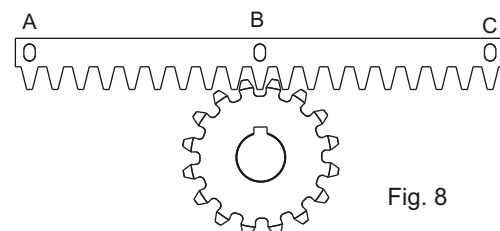
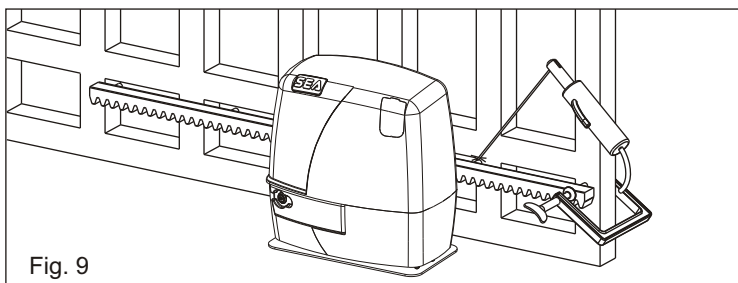

Fig. 8
Fig. 9
5.3. Apoyar el elemento de cremallera al piñon dentado del motoreductor en modo que resulte paralela la guia a nivel del suelo de la cancela y posicionandolo como en Fig. 8 y puntar con electrosoldadura la lengüeta central B a la estructura de la cancela (Fig. 9).